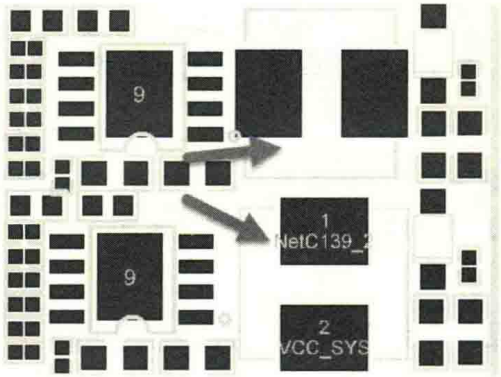

图 8-2 电感与电感垂直 90° 进行布局
- (1) 对于辐射电磁场较强的元件及对电磁感应较灵敏的元件，应加大它们相互之间的距离，或考虑添加屏蔽罩加以屏蔽。
- (2) 尽量避免高、低电压元件相互混杂及强、弱信号的元件交错在一起。
- (3) 对于会产生磁场的元件，如变压器、扬声器、电感等，布局时应注意减少磁力线对印制导线的切割，相邻元件磁场方向应相互垂直，减少彼此之间的耦合。图 8-2 所示为电感与电感垂直 90° 进行布局。